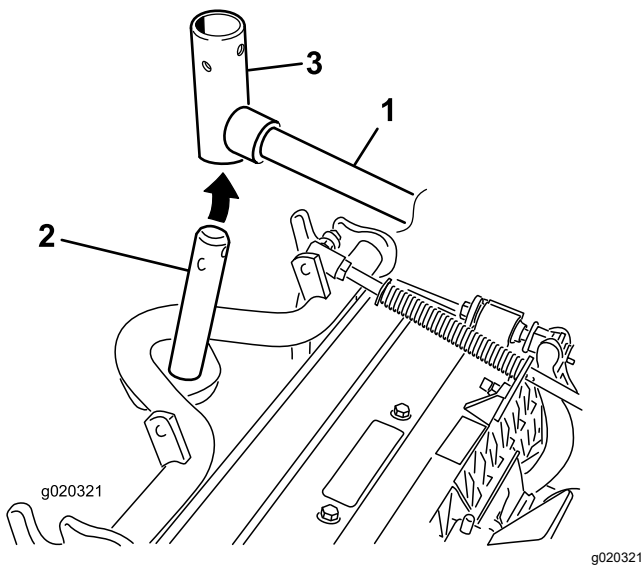

Figura 10
3. En las unidades de corte delanteras, deslice una unidad de corte debajo del brazo de elevación mientras coloca el eje del bastidor de tiro en la horquilla de pivote del brazo de elevación (Figura 10).
2. Introduzca la horquilla del brazo de elevación en el eje del bastidor de tiro (Figura 10).